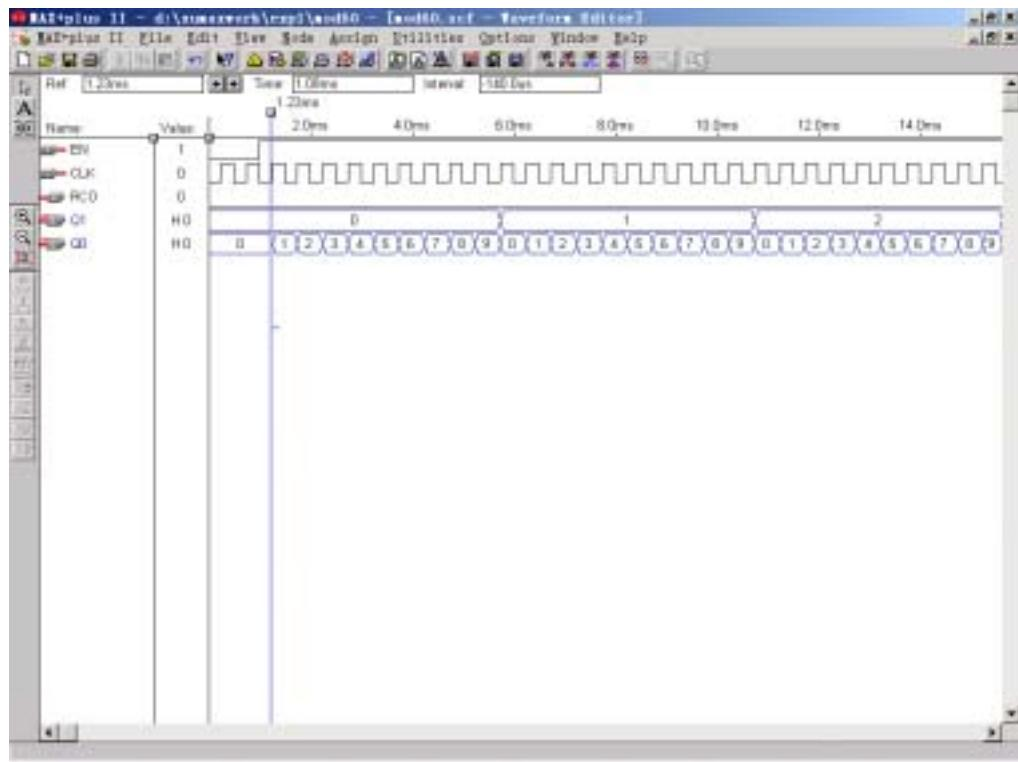

图 3.16 模拟结果 (以组方式显示)
- c. 选择“OK”关闭此对话框，重复以上过程将 Q0D、Q0C、Q0B、Q0A 组成 Q0 组。所的波形图如图 3.16 所示。